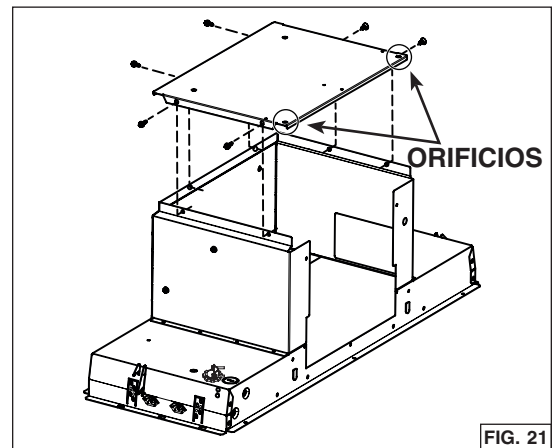

FIG. 21
9. Instale la placa trasera en la parte superior del aparato, donde estaba la placa de soporte del ventilador. Los orificios cerca de las esquinas deben encontrarse en la parte trasera del aparato. Sujétarla a la parte superior del aparato usando los 6 tornillos retirados previamente al paso 7 (FIG. 21).